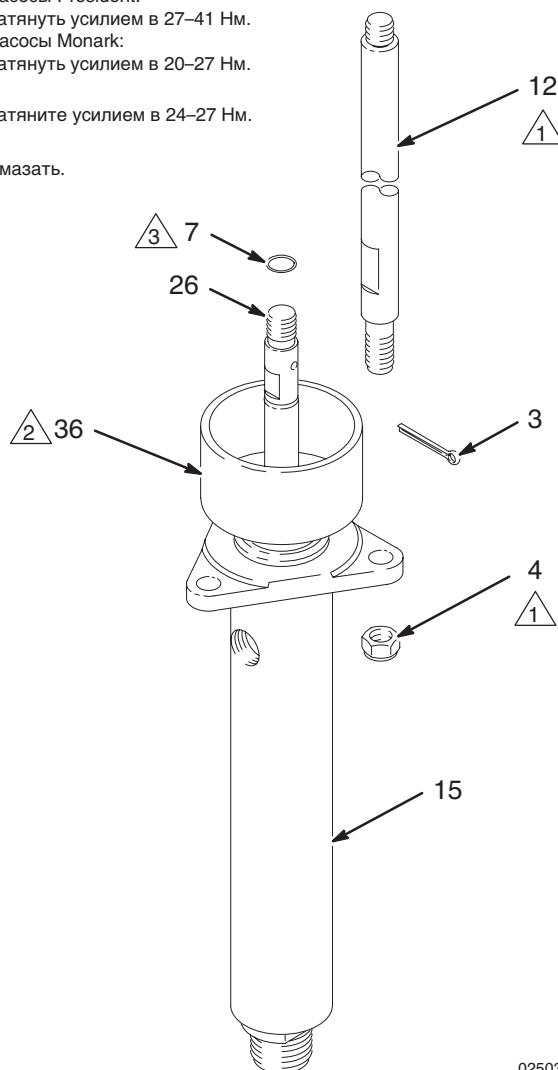

Рис. 4
3. См. Рис. 4. (В случае модели 221075 см. также чертежи деталей на стр. 16.) Отвинтите контргайки (4) соединительных тяг (12). Снимите шплинт (3). Отвинтите шток поршня (26) от пневматического двигателя (14) или соединительной тяги (37, только модель 221075). Осторожно извлеките поршневой насос (15) из пневматического двигателя (14). Осмотрите кольцевое уплотнение (7).
1. Смажьте кольцевое уплотнение (7) и поместите его на шток поршня (26). Разместите выход жидкости насоса по отношению ко входу воздуха пневматического двигателя так, как было отмечено на этапе 2 раздела **Отсоединение поршневого насоса**. Установите поршневой насос (15) на соединительные тяги (12). См. Рис. 4.
2. Навинтите контргайки (4) на соединительные тяги (12), не затягивая их. Ввинтите шток поршня (26) в вал пневматического двигателя (14) или соединительную тягу (37, только модель 221075) так, чтобы совместились отверстия под шплинт. Установите шплинт (3).
3. Установите насос на место и подсоедините все шланги. Снова подсоедините провод заземления, если на время ремонта он был отсоединен. Затяните гайку уплотнения с гильзой (36) усилием в 24–27 Нм. Залейте в гильзу состав для уплотнения горловины Graco или совместимый с ним растворитель.
4. Равномерно навинтите контргайки (4) соединительных тяг и затяните их усилием, рекомендованным на Рис. 4.